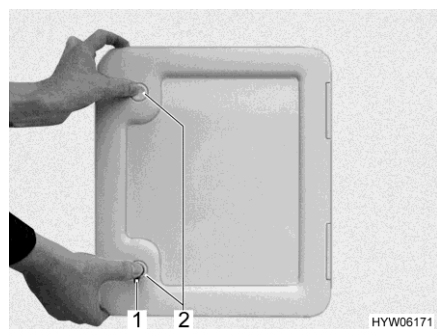
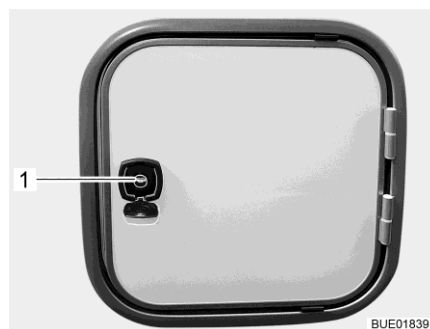

Fig. 273 Trampilla para el depósito de aguas fecales
Fig. 274 Trampilla para el depósito de aguas fecales (alternativa)
- Abrir la trampilla para el depósito de aguas fecales en el exterior del vehículo. Para esto, introducir la llave en el cilindro de cierre de la cerradura (Fig. 273,1 ó bien Fig. 274,1) y girarla un cuarto de vuelta en sentido de las agujas del reloj.
- En caso de existir: presionar ambos cierres a presión (Fig. 273,2) al mismo tiempo con el pulgar y abrir la trampilla para el depósito de aguas fecales.